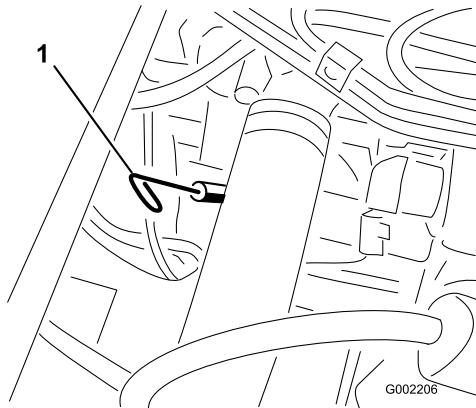

Figura 39
- Retire la varilla, ubicada debajo del asiento del pasajero, y límpielala con un paño limpio (Figura 39). Introduzca la varilla en el tubo asegurándose de que entre a fondo. Retire la varilla y compruebe el nivel de aceite.
13. Retire el tapón de llenado de aceite y vierta lentamente aproximadamente el 80% de la cantidad especificada de aceite en el motor por el tubo de llenado (Figura 39).